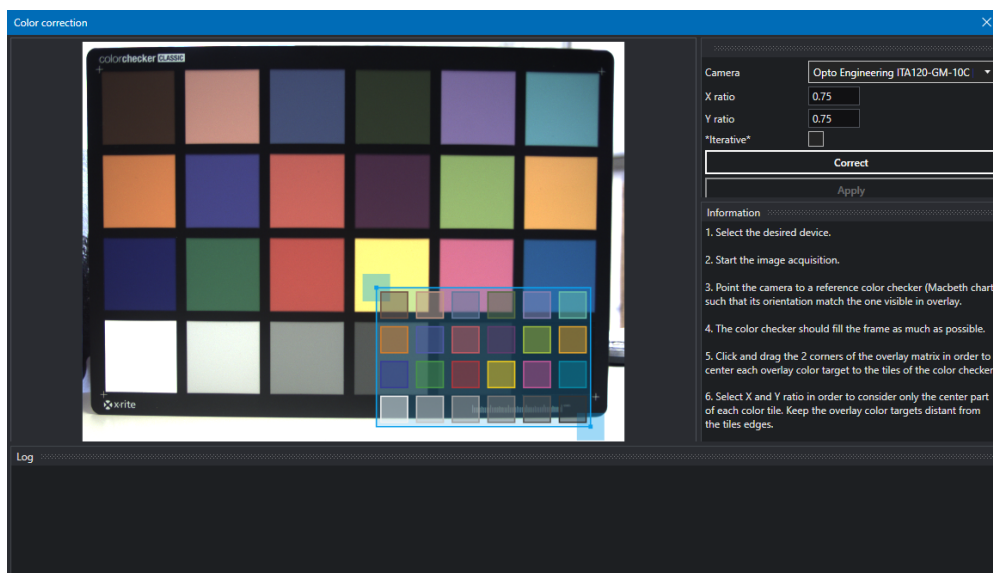

Figure 39: Fenster des Farbkorrektur-Assistenten.
3. Öffnen Sie den Farbkorrektur-Assistenten (*Wizard > Color correction*) (Abb.39).